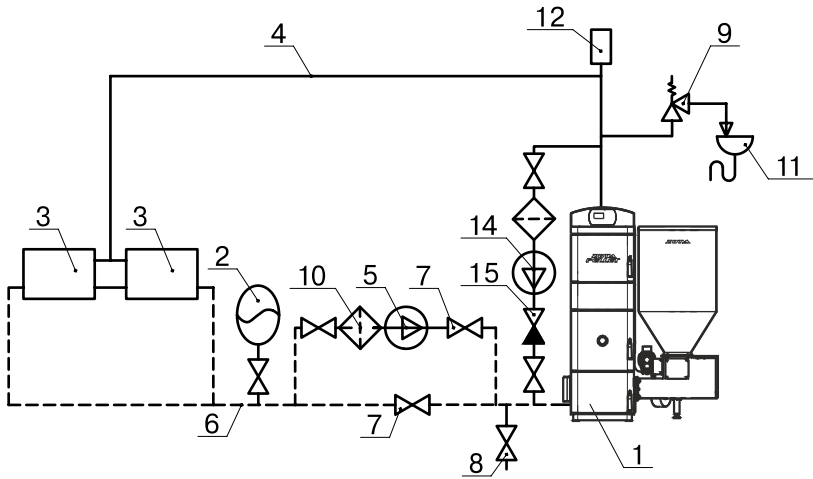

Рис.9 Схема закрытой системы отопления
6.5. В закрытой отопительной системе (см. рис.9; 10) котел должен устанавливаться с расширительным баком мембранного типа. Объем расширительного бака зависит от объема системы отопления и рассчитывается при разработке проекта системы отопления.